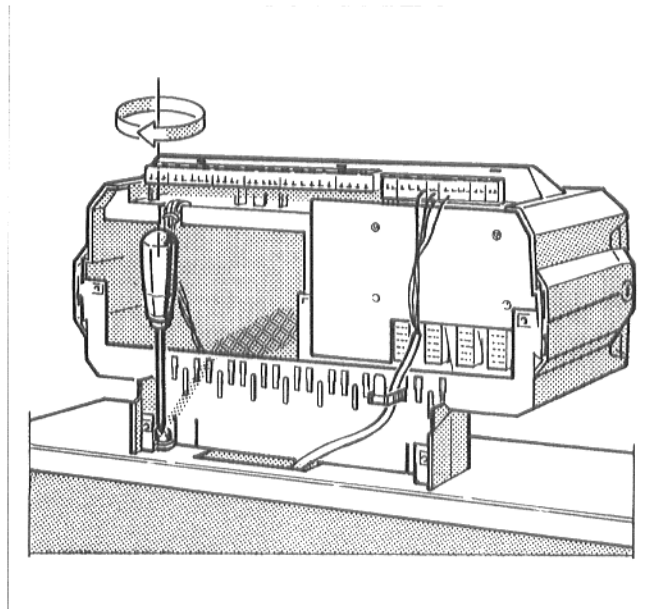

Рис. 7: закрепить болтами регулятор
- Закрепить регулятор на колпаке котла, двумя болтами в задних углах кабельного канала (рис. 7).